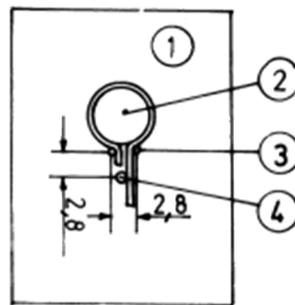

Abb. 11: Biegen auf Biegeeinrichtung: 1 = Grundplatte; 2 = Kern Ø 6,8 mm x 2,5 mm hoch- 3 = Abstecker Ø 0,5 mm (2 x); 4 Abstecker Ø 1 mm.
3. Biegen auf Vorrichtung (Abbildung 11) Um Bolzen biegen und beidrücken mit kleinem Schraubenzieher. Enden zwischen zwei 0,5mmStifte legen und um 1 -mm-Stift Öse biegen.
3. Biegen auf Vorrichtung (Abbildung 11) Um Bolzen biegen und bedrücken mit kleinem Schraubenzieher. Enden zwischen zwei 0,5mmStifte legen und um 1 -mm-Stift Öse biegen.